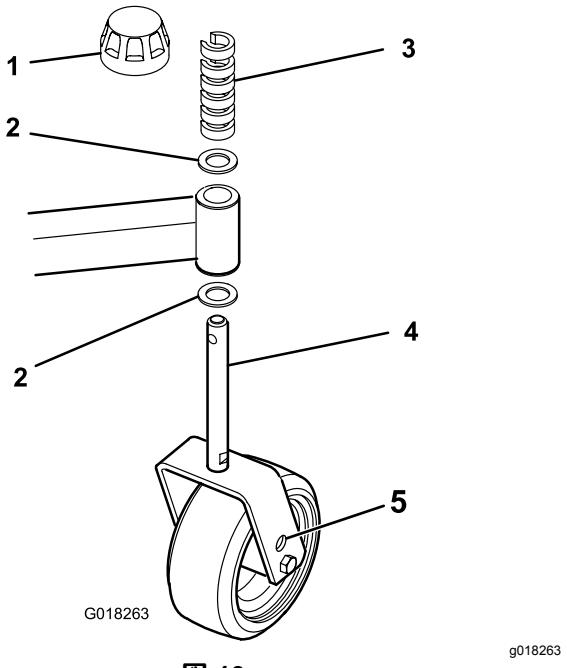

図 19
- 前または後キャスターにシムを入れてカッティングユニットに必要なピッチを出す図 19。